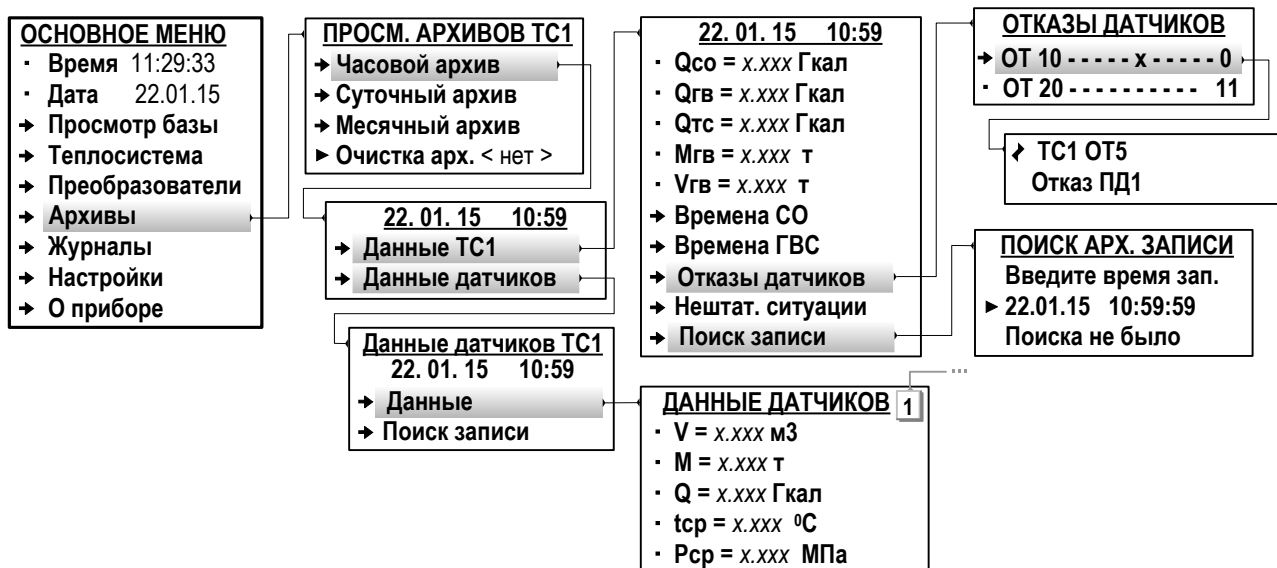

Рис.43. Вид окон индикации меню «Архивы» (режим СЕРВИС).
8.2.1. Результаты измерений и вычислений за определенный период времени работы тепловычислителя сохраняются во внутренних архивах (табл.3). Доступ ко всем архивным данным возможен только по интерфейсу. Доступ к основным архивным данным возможен из меню **Архивы**, вид которого показан на рис.43.
8.2.6. Для удобства просмотра архивных данных в ТВ предусмотрена функция **Поиск записи**. «Время записи», необходимое для начала поиска, вводятся в окне индикации **ПОИСК АРХ. ЗАПИСИ** (рис.43). В зависимости от вида просматриваемого архива параметру **Введите время зап.** (Введите время записи) необходимо назначить:
8.2.7. Очистка содержимого архивов выполняется в меню **Архивы** (рис.43) в режиме СЕРВИС. В окне индикации **ПРОСМ. АРХИВОВ ТС1 (ТС2)** для параметра **Очистка арх.** следует установить значение **да** и нажать кнопку . После чего на экране ТВ некоторое время будет индицироваться надпись **ПРОИЗВОДИТСЯ ОЧИСТКА** и полоса прогресса. По окончании операции